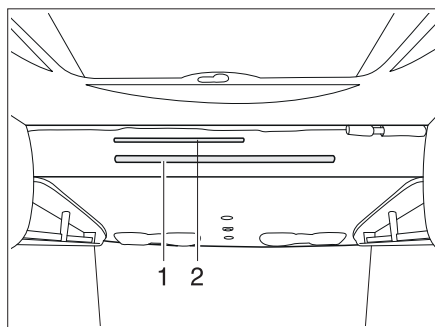

Fig. 117 Lit escamotable manuel
- Tirer le levier de la poignée (Fig. 117,2) vers le bas pour déverrouiller le lit escamotable.
- Tirer le lit escamotable à deux mains vers le bas par la barre de maintien (Fig. 117,1), en exécutant une courbe, jusqu'à ce qu'il s'encliquette de façon perceptible.
- Accrocher l'échelle d'accès avec les deux étriers dans la barre de maintien (Fig. 117,1) du lit escamotable.